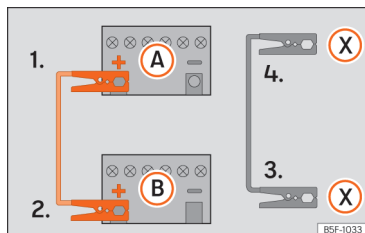

Fig. 155 Esquema de ligação para veículos com sistema Start/Stop.
Os cabos de arranque apenas se deverão ligar seguindo a ordem 1 > 2 > 3 > 4 »» Fig. 155.
Nos veículos com sistema Start-Stop: ligue uma extremidade do cabo preto de emergência (X) a um terminal de massa adequado, a uma peça de metal maciça que esteja aparafusada ao bloco do motor ou ao próprio bloco do motor »» Fig. 155.
5. Ligue a outra extremidade do cabo preto de emergência (X), no veículo com a bateria descarregada, a uma peça de metal maciça que esteja aparafusada ao bloco do motor ou ao próprio bloco do motor, mas o mais afastado possível da bateria A.